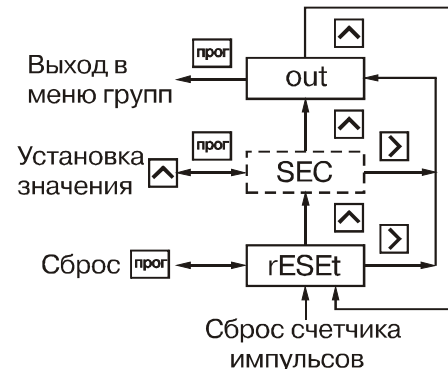

Рис. 28
6.1.11. Группа **c.rES** (рис. 28) предназначена для установки в исходное состояние счетчика импульсов (предделитель при этом обнуляется).